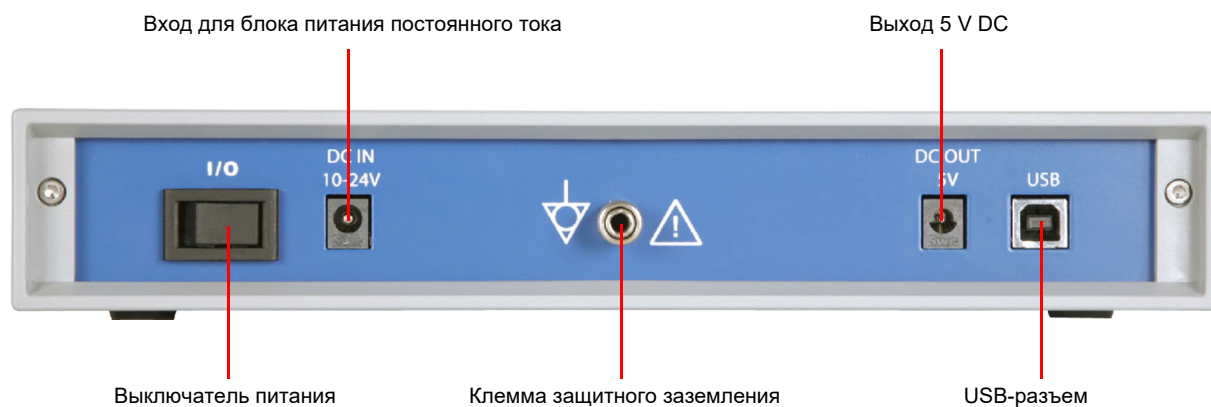

Рис. 3-2: DIRANA: вид сзади
1. Подключите кабель USB 2.0 A/B к разъему USB на задней панели *DIRANA* (см. Рис. 3-2: «*DIRANA*: вид сзади» на стр. 15).
1. Подключите разъем выхода постоянного тока блока питания ко входу питания постоянного тока на задней панели *DIRANA* (см. Рис. 3-2: «*DIRANA*: вид сзади» на стр. 15).